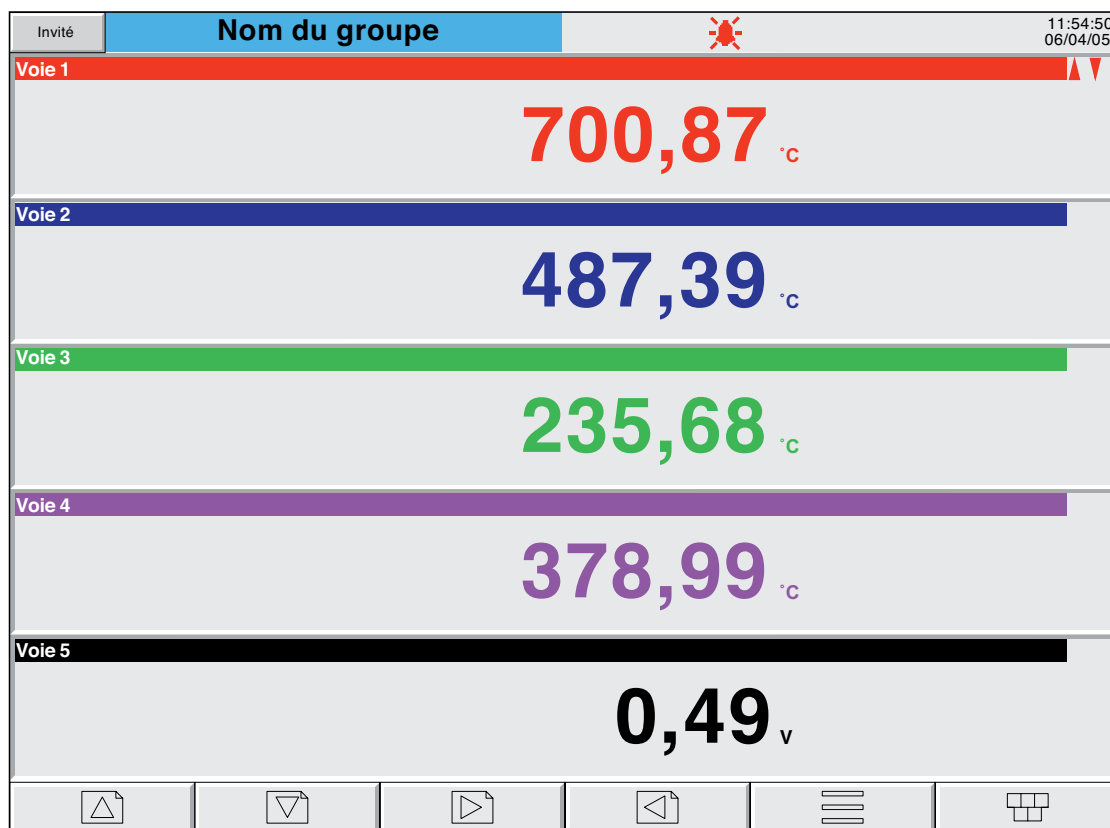
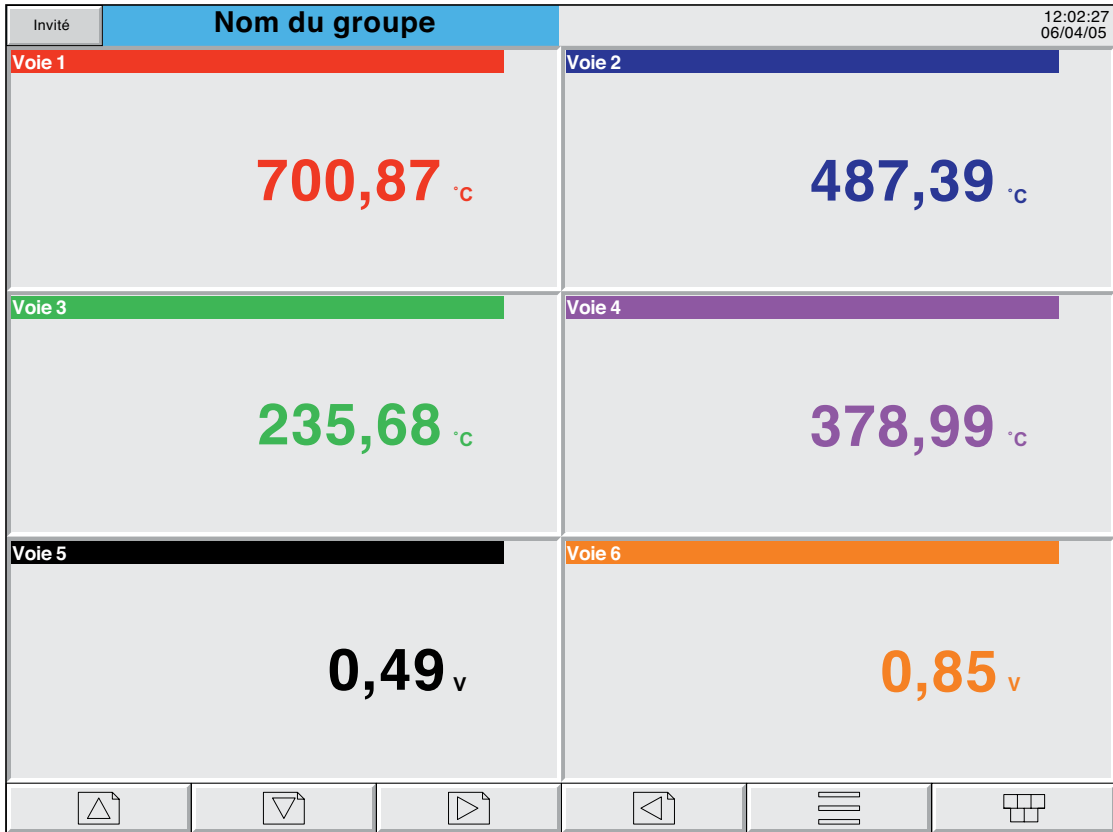

Figure 3.4.6a Mode d'affichage numérique (exemple de 1 à 5 voies)
Figure 3.4.6b Exemple de mode d’affichage numérique (6 voies)
Cet écran, accessible depuis le mode Barres-graphes horizontal en utilisant la touche flèche vers le bas ou sélectionné à l'aide de la touche "Aller à la vue" du Menu principal affiche les valeurs mesurées (PV) sous forme de valeurs numériques. Le format (sélectionné automatiquement) est basé sur le nombre de voies dans le groupe d'affichage. Les figures 3.4.6a, 3.4.6b et 3.4.6c montrent des exemples types (grand format) des versions à une, deux et trois colonnes de ce mode d'affichage. Dans chaque version, les zones d'affichage des valeurs mesurées sont agrandies ou réduites pour remplir la totalité de l'écran.
Nota: Les figures 3.4.6a, b et c s'appliquent aux appareils grand format. Pour les appareils petit format, l'affichage à une colonne (figure 3.4.6a) est utilisé pour les groupes dont 4 points sont activés et l'affichage à deux colonnes (figure 3.4.6b) avec une barre de défilement, si nécessaire, pour les groupes de plus de quatre points. L'enregistreur petit format n'utilise pas le mode à trois colonnes (figure 3.4.6c).